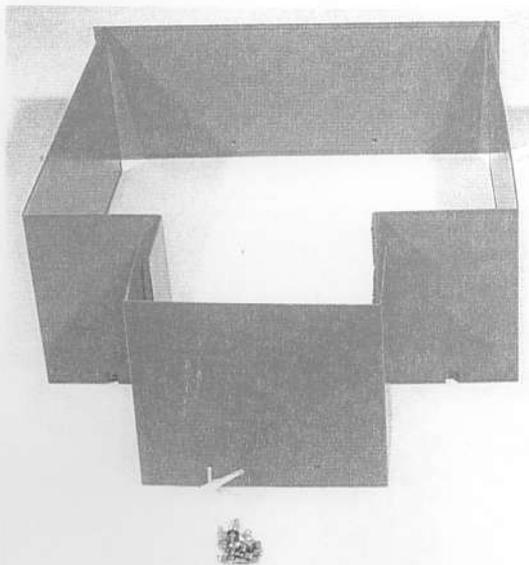

Abb. 46. Orangefarbige Bleiabschirmung mit Kleinteilen
- d) Das Montieren der orangefarbigen Bleiabschirmung erfolgt erst nach dem Anschluß der Betriebsmittel. Die benötigten Kleinteile befinden sich in einer Kunststofftüte an einer der Bleiabschirmungen (Abb. 46. und 47.).